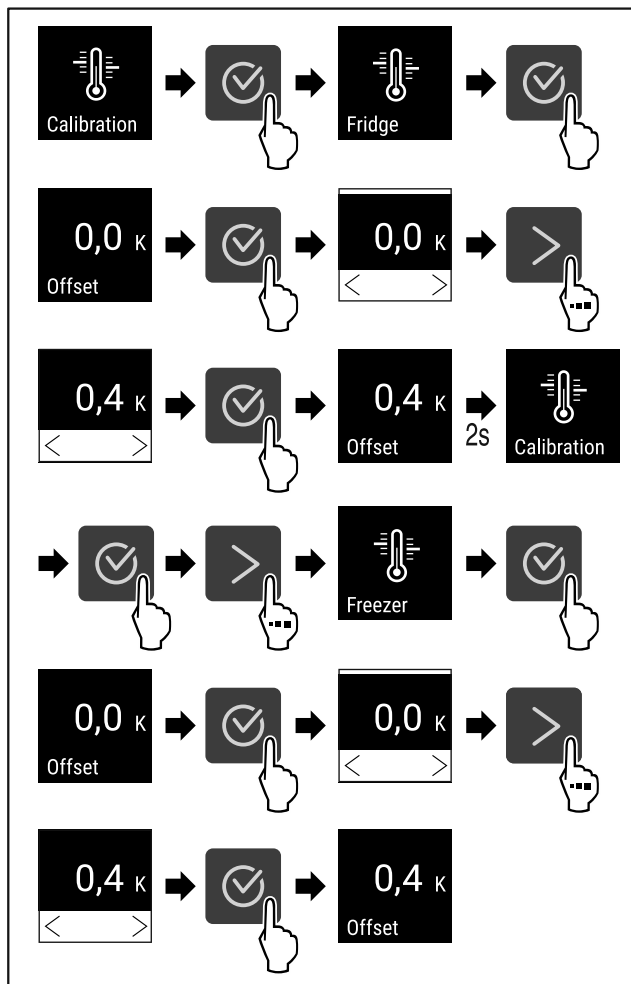

Fig. 124
- ▶ Eseguire i passi (vedere Fig. 124) .